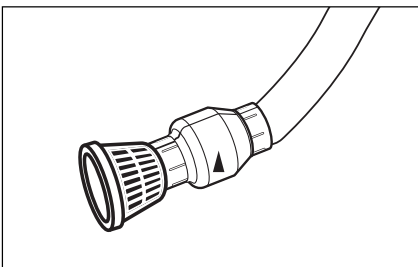

Figura 2
- Es necesario usar una válvula de contención en la línea de succión para mantener la capacidad de autocebado. Si no se usa una válvula de contención, es necesario cebar la bomba al comienzo de cada uso. Para el mejor funcionamiento, la válvula de contención debe instalarse a la entrada de la línea de succión (Figura 2).